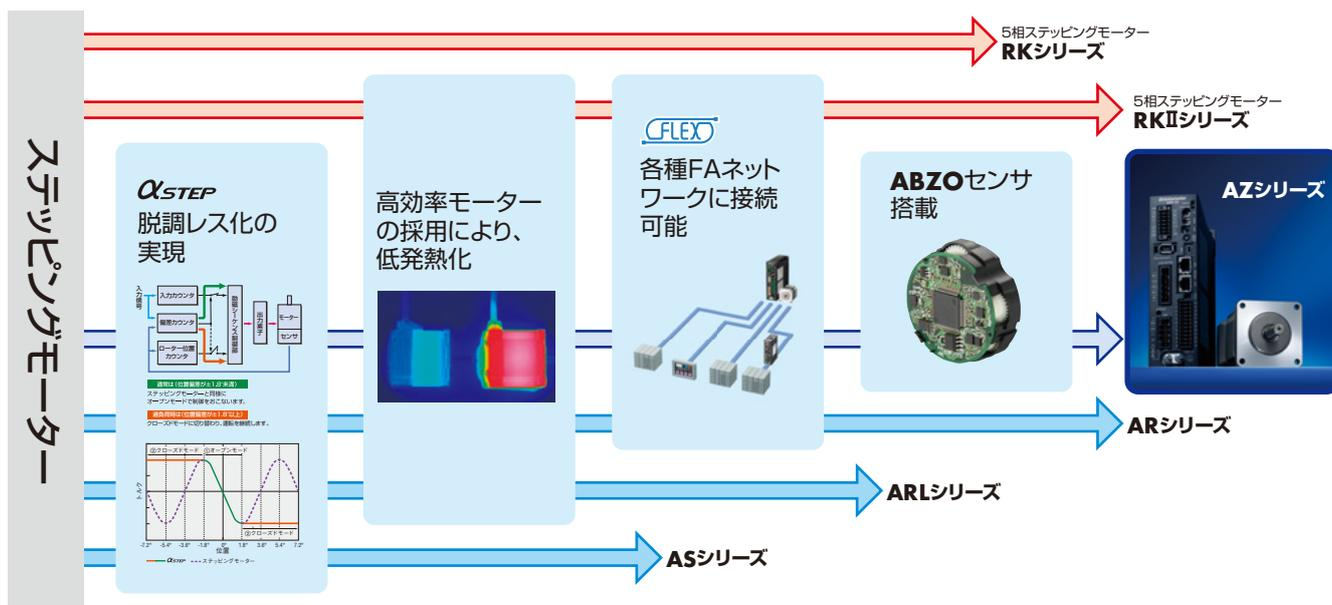

図1 ステッピングモーターユニットに搭載してきた技術
**AZ** シリーズは、**AR** シリーズまでの技術を継承し、さらに、バッテリーレス多回転アブソリュートセンサ「**ABZO** センサ」(5) を採用することで、従来、アブソリュートシステムを実現するにあたり必須であったバッテリーを不要としています(図1参照)。